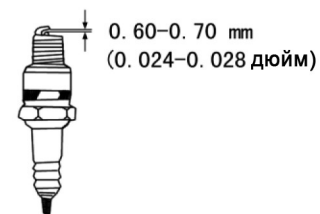

Рис.4
- (4) Измерьте зазор свечи зажигания с помощью щупа. Зазор должен составлять 0,6 ~ 0,7 мм (рис.4). При необходимости регулировки осторожно согните боковой электрод.
- (5) Убедитесь, что прокладка свечи зажигания в хорошем состоянии или замените ее на новую. Сначала привинтите свечу зажигания руками, а затем затяните ее свечным ключом.